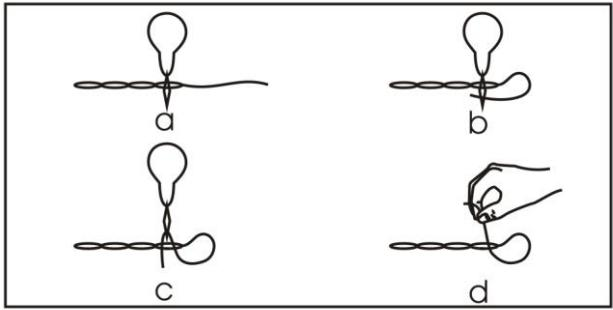

Bild 7
- Vänd till baksidan av tyget och styr de reserverade 8 cm av tråden enligt följande riktningar och motsvarande ritningar: Bild 7